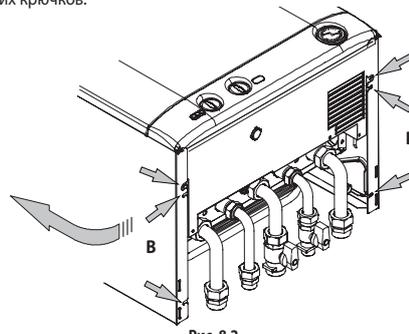

Рис. 8.2
- Открутите винты (В), см. Рис. 8.2 и снимите две боковые панели, подтолкнув их вверх, чтобы высвободить из верхних крючков.